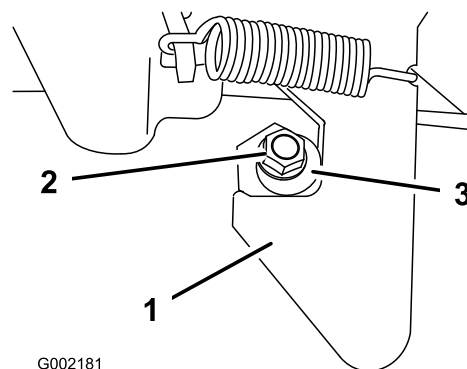

Figure 57
1. Desserrez le contre-écrou au bout de l'ergot de verrouillage (Figure 57).
2. Tournez l'ergot de verrouillage dans le sens horaire jusqu'à ce qu'il soit bien serré contre la partie en crochet du verrou (Figure 57).